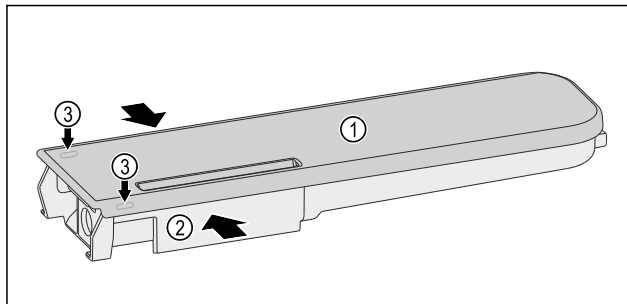

Fig. 155
- ▶ Stlačte nádrž na vodu Fig. 155 (2) k sobě a víko Fig. 155 (1) opatrně vypáče přes západky Fig. 155 (3) a vytáhněte nahoru.
- ▶ Víkem Fig. 155 (1) pohybujte lehce tam a zpět a sejměte jej nahoru.